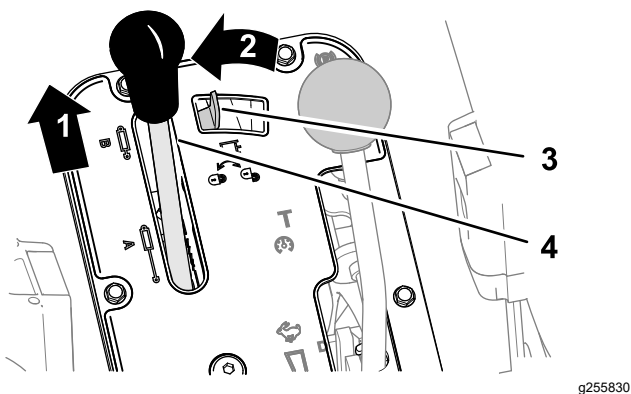

Figura 90
1. Empuje hacia adelante la palanca de elevación hidráulica (Figura 89 o Figura 90).
2. Mueva el bloqueo de elevación hidráulica a la izquierda para activar el bloqueo (Figura 89 o Figura 90).